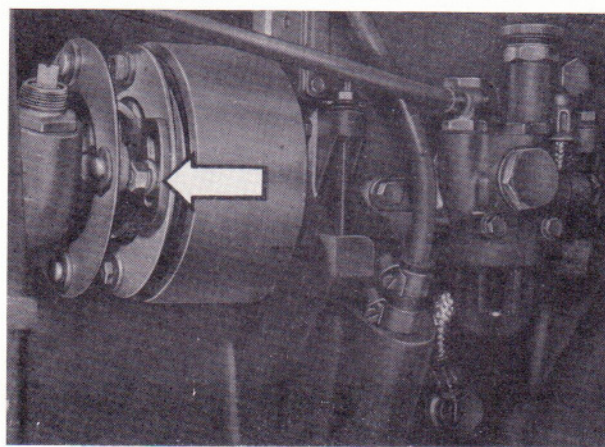

Bild 162
- An der Lamellenkupplung die beiden Muttern an den Befestigungsflanschen, zum Spritzversteller bzw. zur Einspritzpumpenkupplung, mit Langloch lockern (Bild 162).